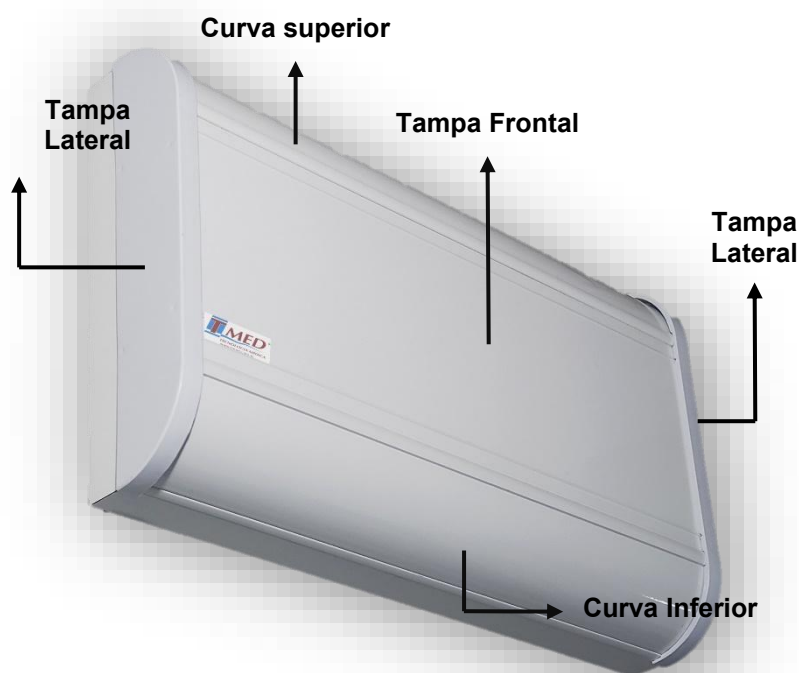

Figura 23 - Curvas e tampas do Painel Concentrador
13.1 Instalação da fonte de alimentação do Painel Concentrador (PC)
- Remova as tampas laterais, a tampa frontal, a curva superior e a curva inferior do Painel Concentrador. Veja a Figura 23.